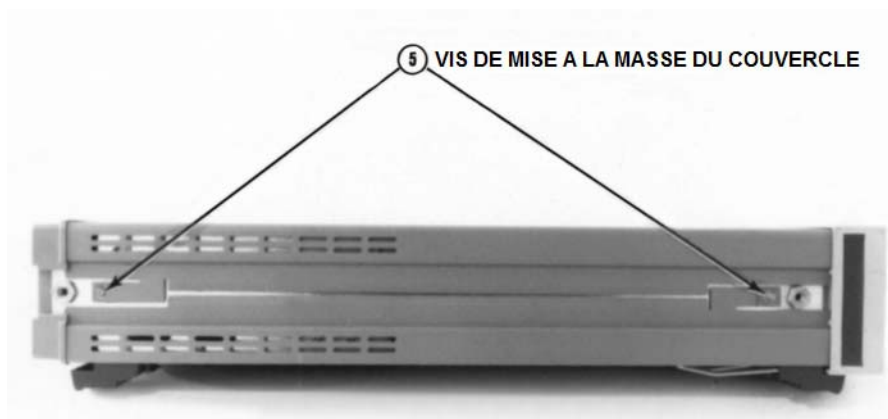

Figure C-3 Vis de mise à la masse du couvercle
- 7 Référez-vous à la **figure C-3**. Tournez le Keysight 3458A de façon à ce que son côté gauche soit face à vous puis à l'aide du tournevis Torx. #TX10, replacez les vis de mise à la masse des couvercles supérieur et inférieur.